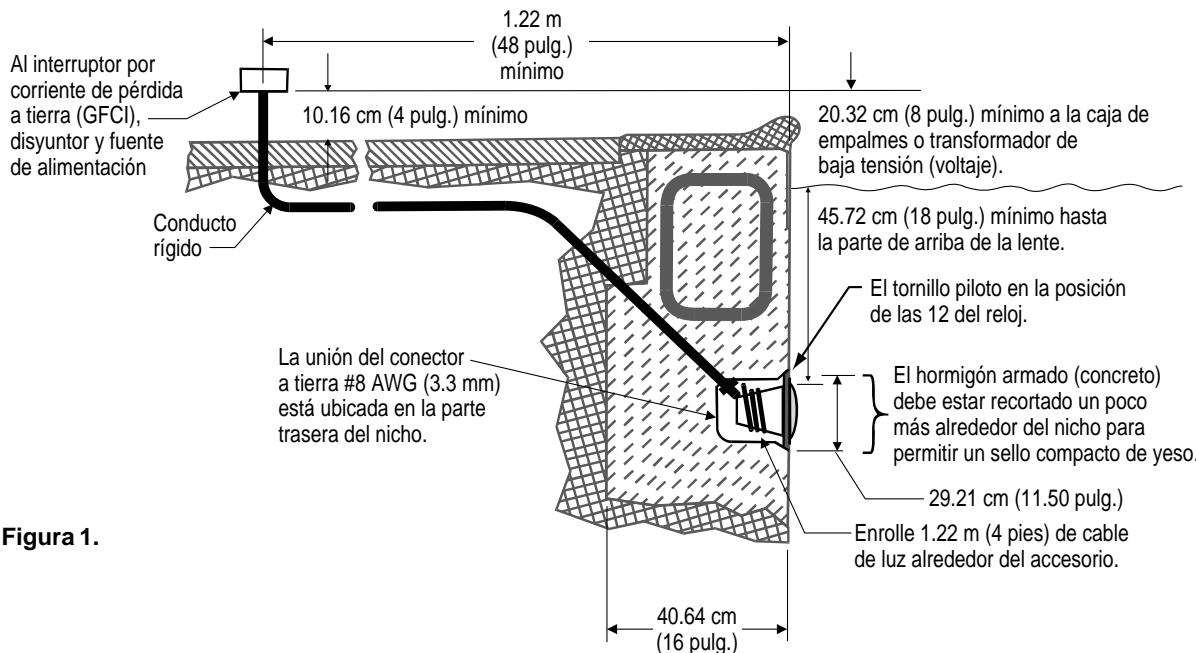

Figura 1.
BANTES DE COMENZAR: Los siguientes pasos (1-6) describen las tareas que deben ser completadas por el electricista antes de que la lámpara IntelliBrite™ sea instalada. Consulte la Figura 1 del diagrama.
- La caja de empalme (o el transformador de bajo voltaje en el caso de los modelos de 12 voltios) debe estar ubicada a un mínimo de 20.32 cm (8 pulg.) por encima del nivel del agua y al menos a 1.22 m (48 pulg.) del borde de la piscina; consulte la Figura 1.
- El nicho en húmedo debe estar correctamente instalado de manera que el borde superior del lente de la lámpara submarina se encuentre a un mínimo de 45.72 cm (18 pulg.) por debajo de la superficie del agua de la piscina; consulte la Figura 1. (No más de 50.80 cm (20 pulg.) de profundidad en Canadá.)
- El nicho en húmedo debe tener una conexión eléctrica apropiada y con conexión a tierra a través del conector a tierra Nº. 8 AWG ubicado en la parte posterior del nicho; consulte la Figura 1.
1. Alimente el cable a través del conducto hasta la caja de empalme, dejando por lo menos un tramo de 1.22 m (4 pies) en la lámpara para enrollarlo a su alrededor; consulte la Figura 1. Esto permite efectuar el mantenimiento de la lámpara después de que la piscina esté llena de agua.
- La caja de empalme (**o el transformador de bajo voltaje en el caso de modelos de 12 voltios**) debe estar ubicada a un mínimo de 20.32 cm (8 pulg.) por encima del nivel del agua y al menos a 1.22 m (48 pulg.) del borde de la piscina; consulte la Figura 1.
- El nicho en húmedo debe estar correctamente instalado de manera que el borde superior del lente de la lámpara submarina se encuentre a un mínimo de 45.72 cm (18 pulg.) por debajo de la superficie del agua de la piscina; consulte la Figura 1.
5. Deje por lo menos un tramo de 1.22 m (4 pies) de cable para enrollarlo alrededor de la lámpara; consulte la Figura 1 en la página 2. Esto permite efectuar el mantenimiento de la lámpara después de que la piscina esté llena de agua.
7. Quite unos 15.24 cm (6 pulg.) de la cubierta exterior del cable para poner a la vista los tres alambres aislados. Tenga cuidado de no dañar el aislamiento de los tres (3) cables internos.
8. Conecte los tres (3) cables a los correspondientes cables de circuito en la caja de empalme (el cable negro al cable de alimentación, el cable blanco al cable común y el cable verde al cable de toma a tierra) y colóquelo la tapa a la caja de empalme.